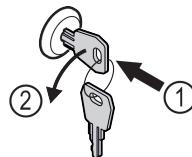

Fig. 201
- Вставьте ключ. *Fig. 201 (1)*
- Поверните ключ на 90° против часовой стрелки. *Fig. 201 (2)*